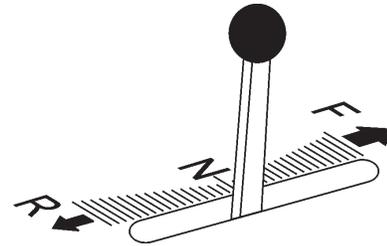

Abb. 49. Fahrhebel, Neutralstellung
1. Antrieb abschalten: **Fahrhebel** (Abb. 49) in die **NEUTRALSTELLUNG** bringen.